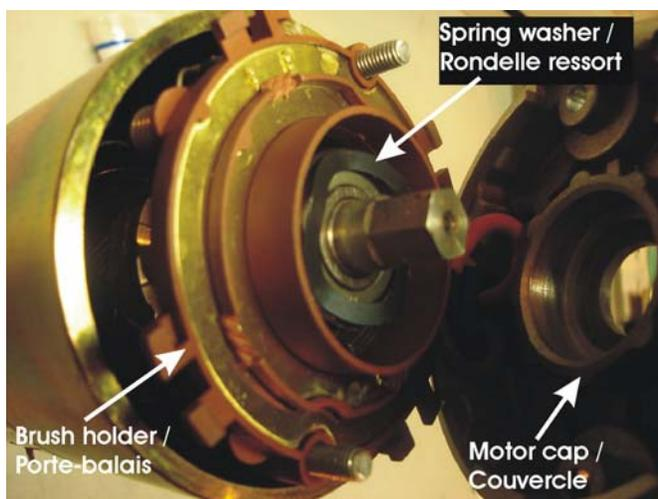

FIGURE 4
- Retirer le porte-balais et la rondelle ressort (figure 4).